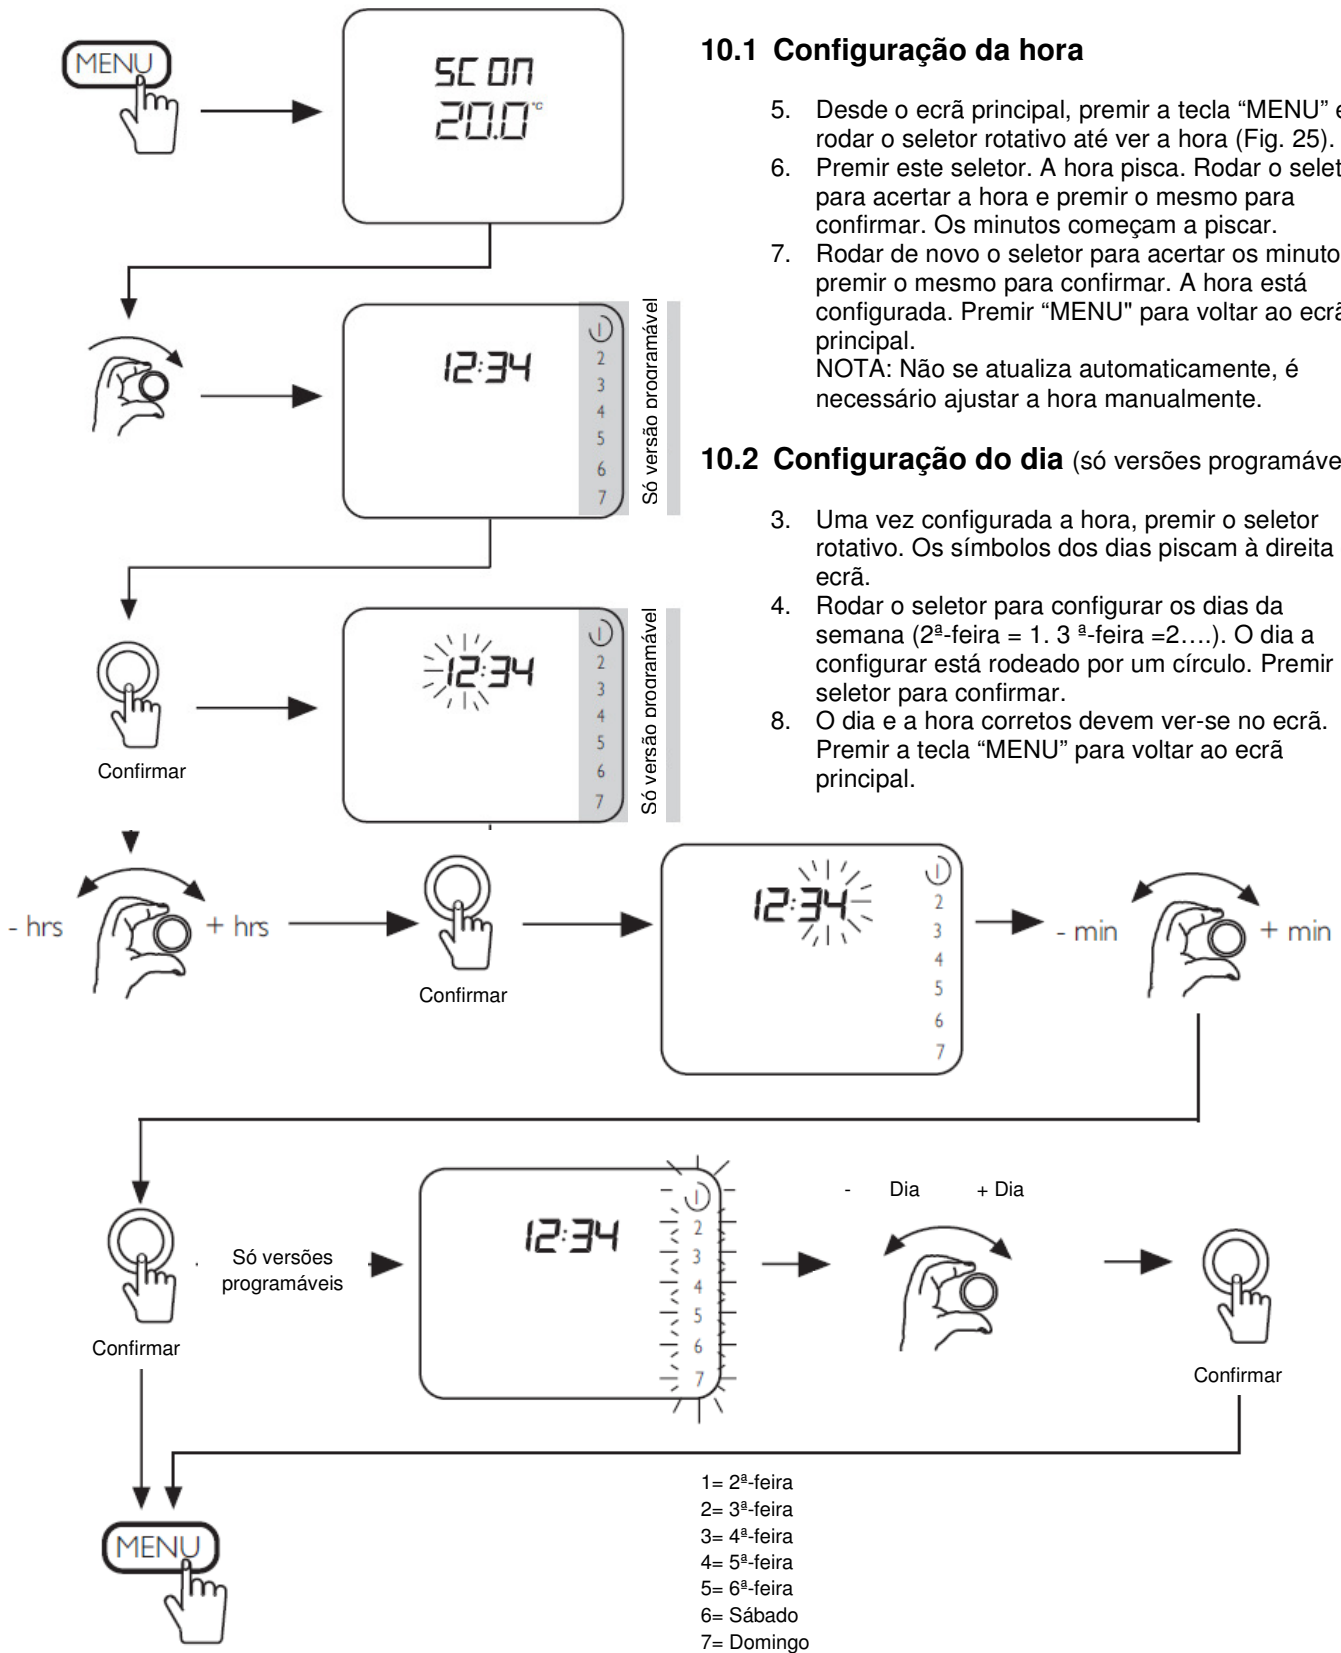

Fig. 25: Configuração horária e diária
- Desde o ecrã principal, premir a tecla "MENU" e rodar o seletor rotativo até ver a hora (Fig. 25).